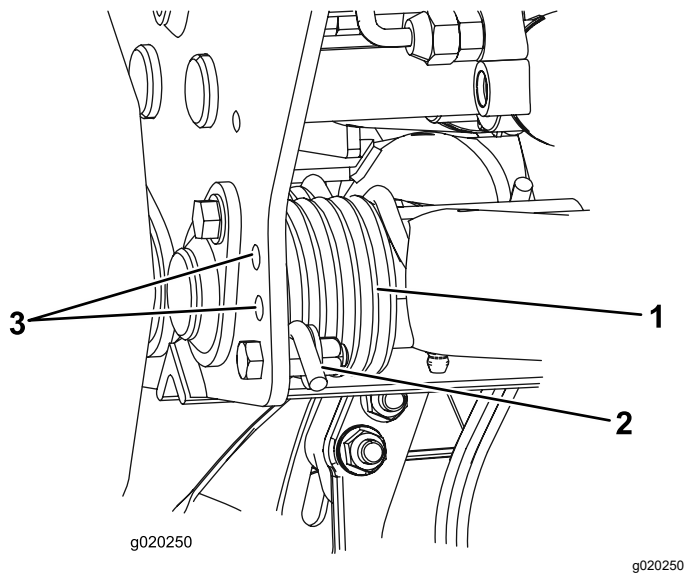

图 33
2. 将一个管子或类似物体插入长弹簧一端并在调节过程中降低弹簧张力 (图 33)。
3. 在降低弹簧张力时拆下将弹簧传动器固定到支架上的螺栓和锁紧螺母 (图 33)。